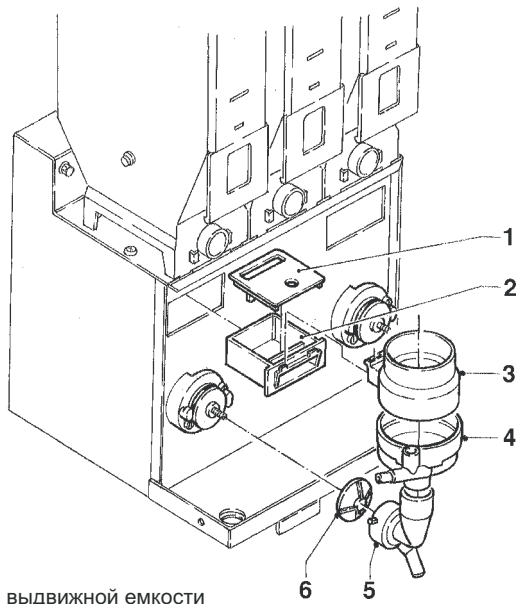

Рис. 7
- снимите воронки для порошка и воды, загрузчики, выдвигаемые емкости для хранения порошка и лопастные колеса миксеров с миксеров (см. Рис. 7);